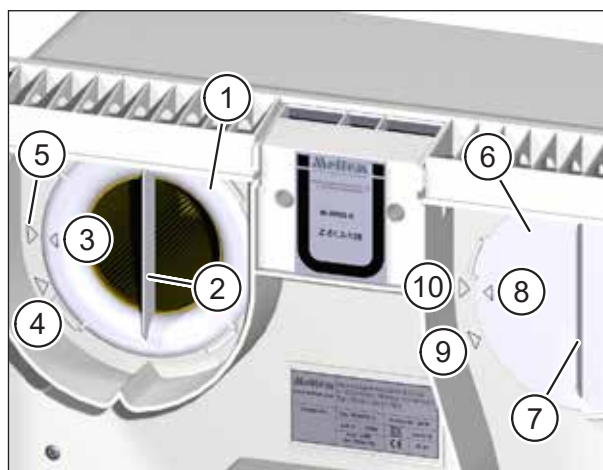

Abb. 14: Luftfilter entfernen
- ▶ Drehen Sie den Filterring (Pos. 1 in Abb. 14) an der Griffleiste (Pos. 2 in Abb. 14) gegen den Uhrzeigersinn, bis der Pfeil am Filterring (Pos. 3 in Abb. 14) auf den Pfeil der Entnahmeposition (Pos. 4 in Abb. 14) zeigt.
- ▶ Drehen Sie den Filterdeckel (Pos. 6 in Abb. 14) an der Griffleiste (Pos. 7 in Abb. 14) gegen den Uhrzeigersinn, bis der Pfeil (Pos. 8 in Abb. 14) am Filterdeckel auf den Pfeil der Entnahmeposition (Pos. 9 in Abb. 14) zeigt.
- ▶ Achten Sie darauf, dass der Filterring so orientiert ist, dass der Pfeil auf dem Filterring (Pos. 3 in Abb. 14 auf Seite 28) mit dem Pfeil der Entnahmeposition (Pos. 4 in Abb. 14 auf Seite 28) fluchtet.
- ▶ Drehen Sie den Filterring im Uhrzeigersinn, bis der Pfeil auf dem Filterring (Pos. 3 in Abb. 14 auf Seite 28) mit dem Pfeil der Arretierposition (Pos. 5 in Abb. 14 auf Seite 28) fluchtet.
- ▶ Kontrollieren Sie die Position von Filterring und Filterdeckel. Die Griffleisten müssen senkrecht stehen und die Pfeile auf Filterring und Filterdeckel müssen mit den Pfeilen der Arretierposition fluchten (siehe Abb. 14 auf Seite 28).